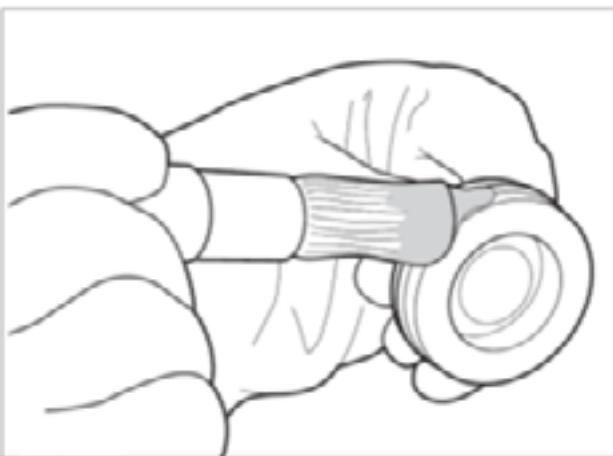

Fig. 2.73
8. Lubrifique o furo do cilindro com graxa Molikote. Aplique a mesma graxa no eixo de mudança (Fig. 2.71) e encaixe-o no furo do pistão (Fig. 2.72). Encaixe o anel 'O', posicionando-o corretamente na ranhura do pistão. Lubrifique generosamente o anel 'O' do pistão (Fig. 2.73) com graxa Molikote e insira cuidadosamente o pistão no furo da caixa do diferencial (Fig. 2.74).